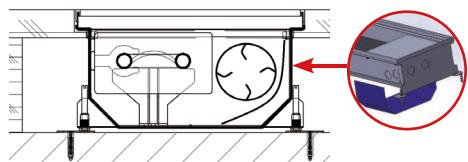

РИС. 5: Пустотельный пол – ребра жесткости для внутрипольного конвектора с вентилятором.
- › При установке в пустотельный пол, особенно, если предполагается большая нагрузка (например, в общественных зданиях или офисных помещениях), необходимо с внешней стороны корпуса конвектора установить ребра жесткости для пустотелого пола. Ребра жесткости предназначены для обеспечения стабильности формы (Рис. 5).